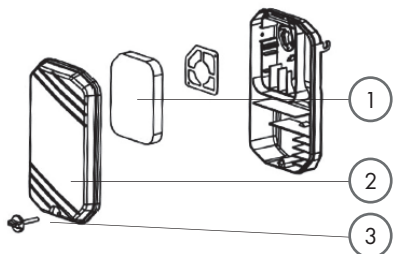

Рис. 11
1. Открутить болт (3) и снять крышку воздушного фильтра (2) (рис. 11).
2. Убедиться, что воздушный фильтр (1) не повреждён. Если повреждён, заменить его.
3. Убедиться, что воздушный фильтр (1) чистый. Если воздушный фильтр загрязнён, промыть его.